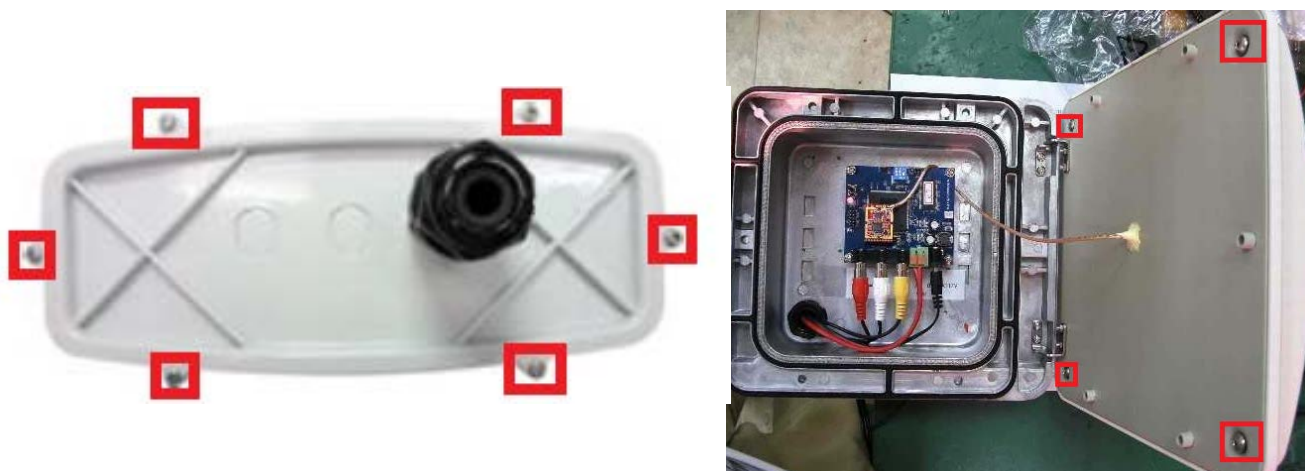

Рис.8 Передняя панель передатчика WT2.4/7(P) /приёмника WR2.4/7(P) и передатчика WT2.4/7/приёмника WR2.4/7.
1. Открутить винты и открыть корпус (рис. 8).